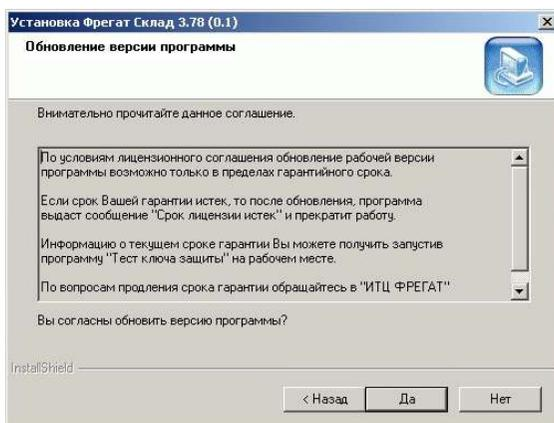

Рис. 1.10. Подтверждение действия
- ▶ Нажать кнопку [Далее >] в окне выбора действия. В случае обновления версии на экране появится окно с информацией об условиях обновления по лицензионному соглашению (см. Рис. 1.10).